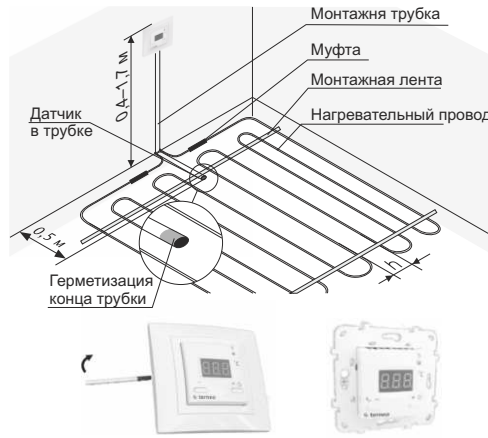

Рисунок 1. Монтаж терморегулятора и системы теплый пол
- закрепить терморегулятор в монтажной коробке. Для этого необходимо снять лицевую рамку, подцепив ее со стороны отверткой, вставленной в паз (рис. 1). Поместить терморегулятор в монтажную коробку и закрутить монтажные винты.